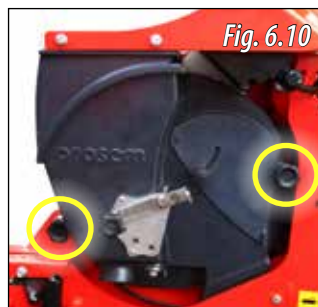

Fig. 6.10
- 1- Deșurubați cele două butoane de fixare pentru a scoate capacul din poziție (Fig. 6.10).